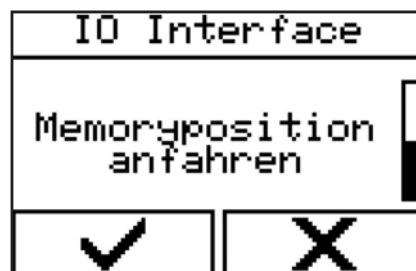

Abbildung 119 - Menü auswählen
1. Menü über „Steuerung“ → „I/O Interface Memorypositionen“ → „Memorypositionen anfahren“ (Abbildung 119) auswählen.